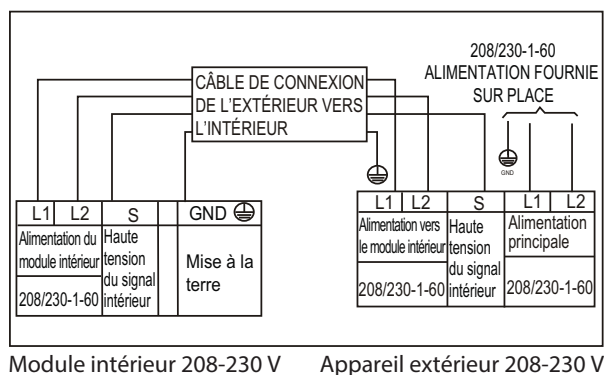

Fig. 12 — Schémas de connexion
9. Raccordez le câblage de l'appareil extérieur conformément au schéma de connexion (consultez les figures 12 et 13).